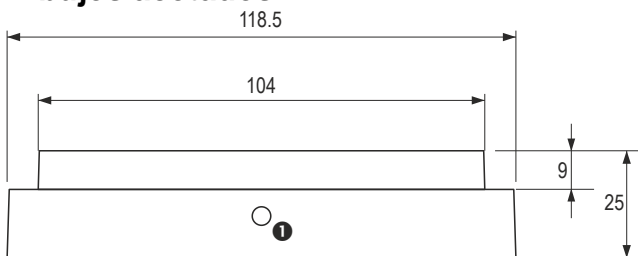

Fig. 3 Dibujo acotado de las bases USB 502-1 y USB 502-6
Para la conformidad con la norma EN 54-3, se deben utilizar los modelos de base USB 502-1 o 502-6. La limitación de la accesibilidad según EN 54-3 se garantiza apretando el tornillo suministrado hacia el interior de la escotadura (1) de la base (véase la Fig. 3).